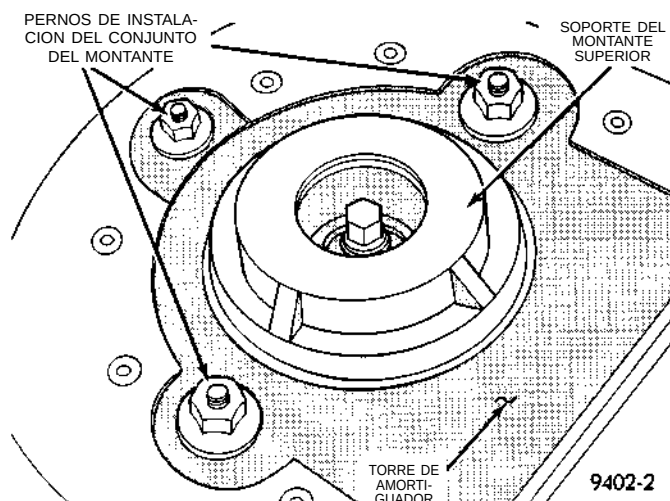

Fig. 13 Conjunto del montante en la torre del montante
- (7) Retire las 3 tuercas que fijan el soporte superior del conjunto (Fig. 13) a la torre del montante del vehículo.
- (1) Instale el conjunto del montante en la torre del montante, alineando los 3 pernos espárrago en el soporte del montante superior con los orificios de la torre del amortiguador. Instale los 3 conjuntos de tuerca y arandela de retención del soporte del montante superior (Fig. 13). Apriete las 3 tuercas con una torsión de 31 N·m (23 lbs. pie).